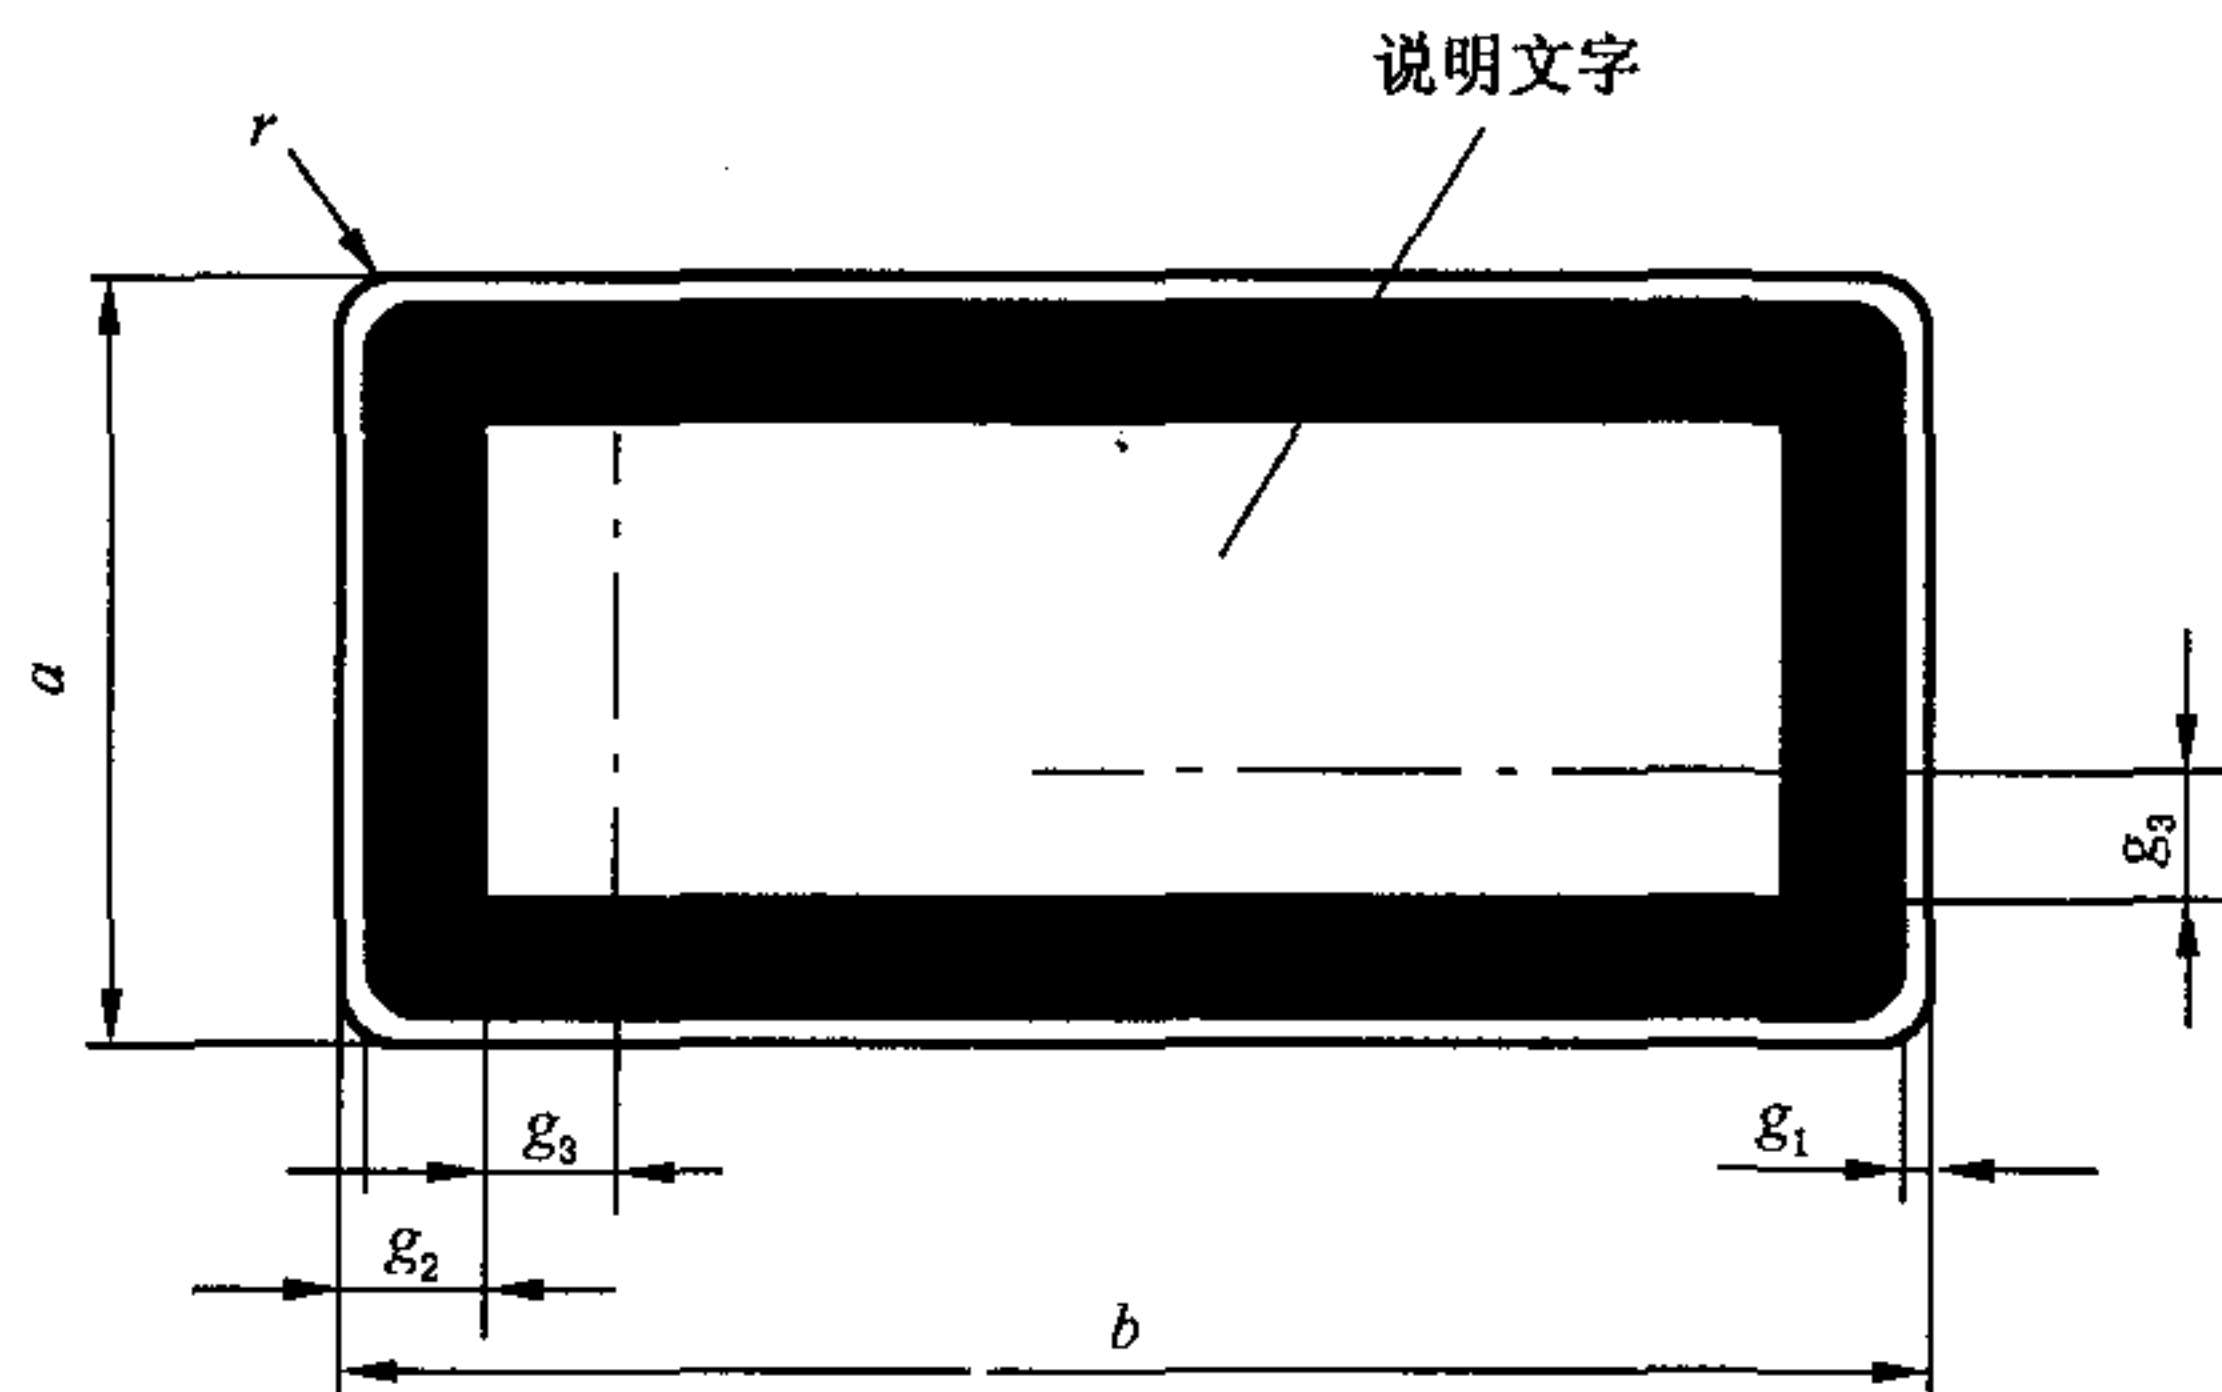

图 C.1 激光辐射窗口标志的图形与尺寸
C.1.1 激光辐射窗口标志为带说明文字的长方形(见图 C.1),其位置应在紧贴“当心激光”警告标志下边界的正下方。
C.1.3 激光辐射窗口标志说明文字应写在激光辐射窗口标志规定的长方形边框中(见图 C.1),文字的位置在激光辐射窗口标志 g_3 尺寸规定的虚线框内。
激光产品辐射分类说明标志为带说明文字的长方形(见图 C.1),图形、尺寸、文字位置同 C.1.1、C.1.3、C.1.4 的规定。说明文字的内容必须严格按照不同的辐射分类给予说明。
C.3.1 激光辐射场所安全说明标志为带说明文字的长方形(见图 C.1),图形、尺寸、文字位置同 C.1.1、C.1.3、C.1.4 的规定。说明文字的内容按照不同的辐射分类给予相应的说明。